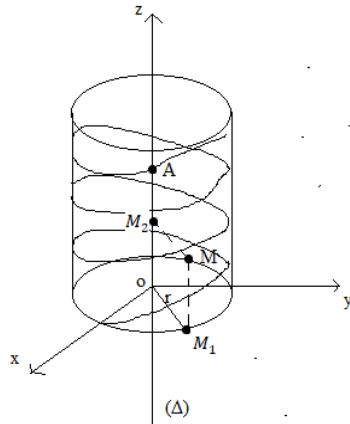

Figure IV.8
Exemple d'un cylindre (S) de base circulaire de rayon r , où l'axe (Oz) est confondu avec (Δ). Un point M \in au cylindre qui a une trajectoire hélice sur ce dernier, Figure IV.8.